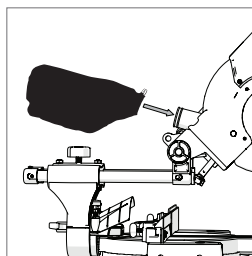

Abb. 41
- Schieben Sie den Staubbeutel über den Absaugstutzen und vergewissern Sie sich dabei, dass die Federklammer am Stutzen greift und den Staubbeutel sicher am Platz hält. (**Abb. 41**)